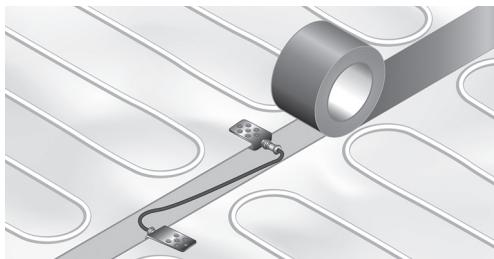

Fig. 9. Installation des raccordements de mise à la terre
9. Installation des raccordements de mise à la terre (fig. 9).